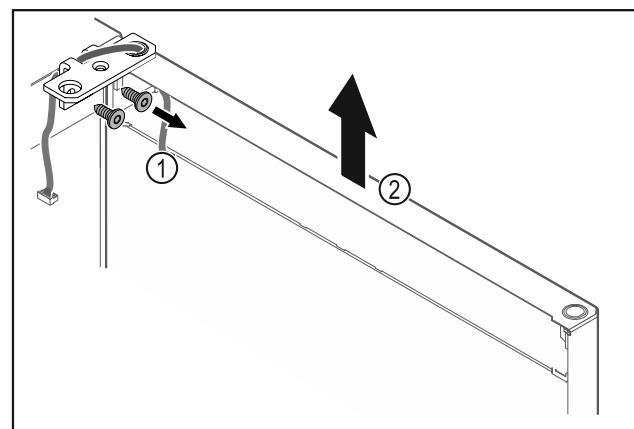

Fig. 28
- Ξεβιδώστε τη γωνία μεντεσέ Fig. 28 (1).
- Σηκώστε την πόρτα μαζί με τη γωνία μεντεσέ Fig. 28 (2) περίπου 200 mm ευθεία προς τα επάνω και αφαιρέστε τη.